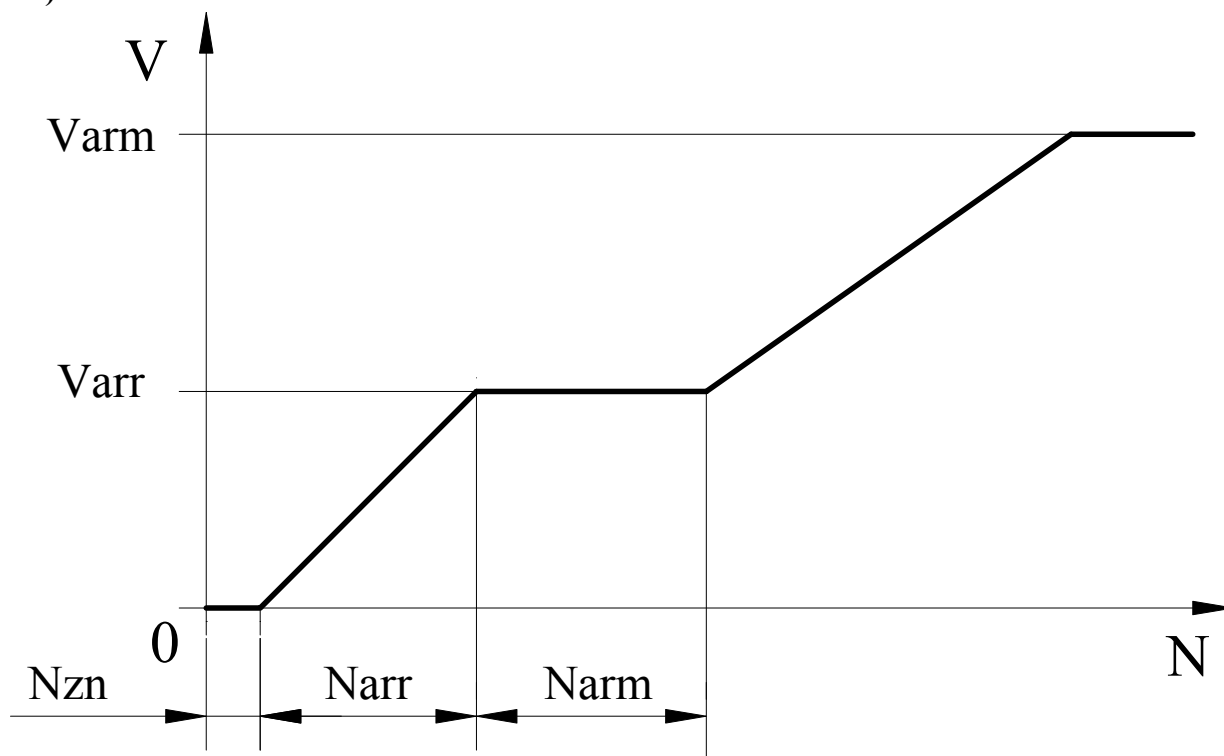

Рис.6. Скорость удержания в зависимости от расстояния до точки удержания $V_{arm}=2 \cdot V_{syn}$.
3.9.8.5. **ТР.34** – V_{arr} (мм/сек) – малая скорость движения при удержании (арретировании) (рис.6).
3.9.8.7. **ТР.36** – N_{arm} (0-100 мм) – участок скорости движения при удержании, где $V=V_{arr}$ (рис.6).